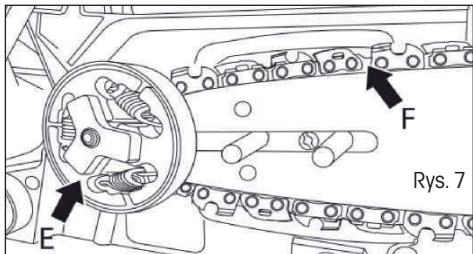

Rys. 5
4. Zamontuj szynę w taki sposób, aby rowek w szynie znajdował się w jednej płaszczyźnie z dwoma śrubami (C) (rys. 5).